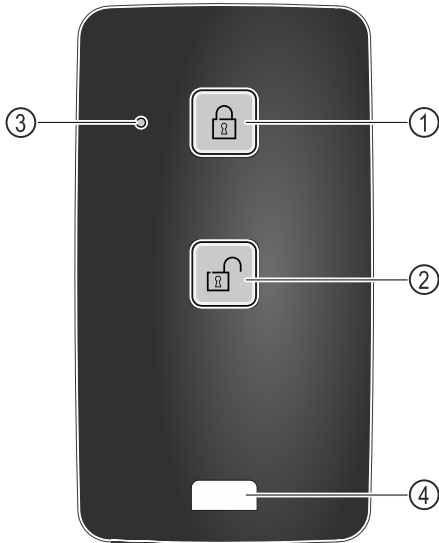

Fig. 139
- (1) Schloss verriegeln (3) Status LED
(2) Schloss entriegeln (4) Befestigungsöse
- ▶ Taste Fig. 139 (1) auf der Fernbedienung drücken.
- ▶ Taste Fig. 139 (2) auf der Fernbedienung drücken.
- ▶ Status-LED Fig. 139 (3) gibt bei Tastendruck eine optische Rückmeldung.
- ▶ Öse Fig. 139 (4) zur Befestigung der Fernbedienung, zum Beispiel an einem Schlüsselbund.